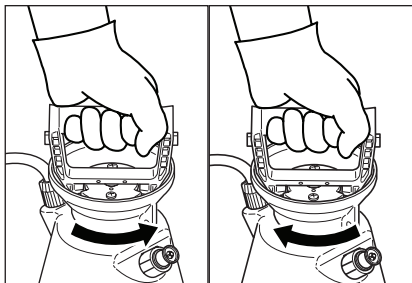

Figura 5.
1. Gire el mango de la bomba en sentido antihorario para quitar la bomba. Vea la figura 5.